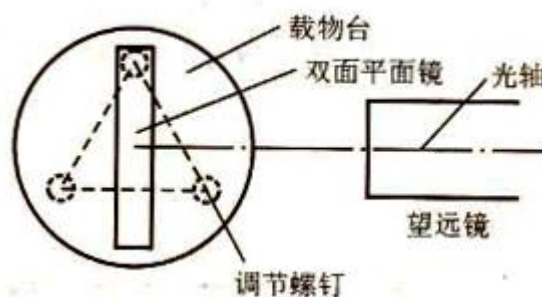

图 4 载物台上双面镜放置的俯视图
A)把分划板照明，将双面平面镜放到载物台上。为了便于调节，平面镜与载物台下三个调节螺钉的相对位置如图 4。